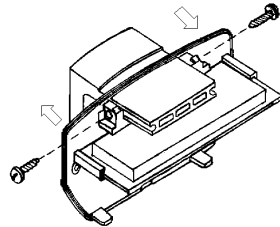

Рис.3
2. Снимите основание корпуса с кронштейна, предварительно ослабив винты, крепящие кронштейн к основанию (рис.3).
4. Установите основание с печатной платой на кронштейн на таком расстоянии от стены, чтобы карнизы не загромождали зону обнаружения. Фиксация положения основания на кронштейне осуществляется с помощью винтов (рис.3).